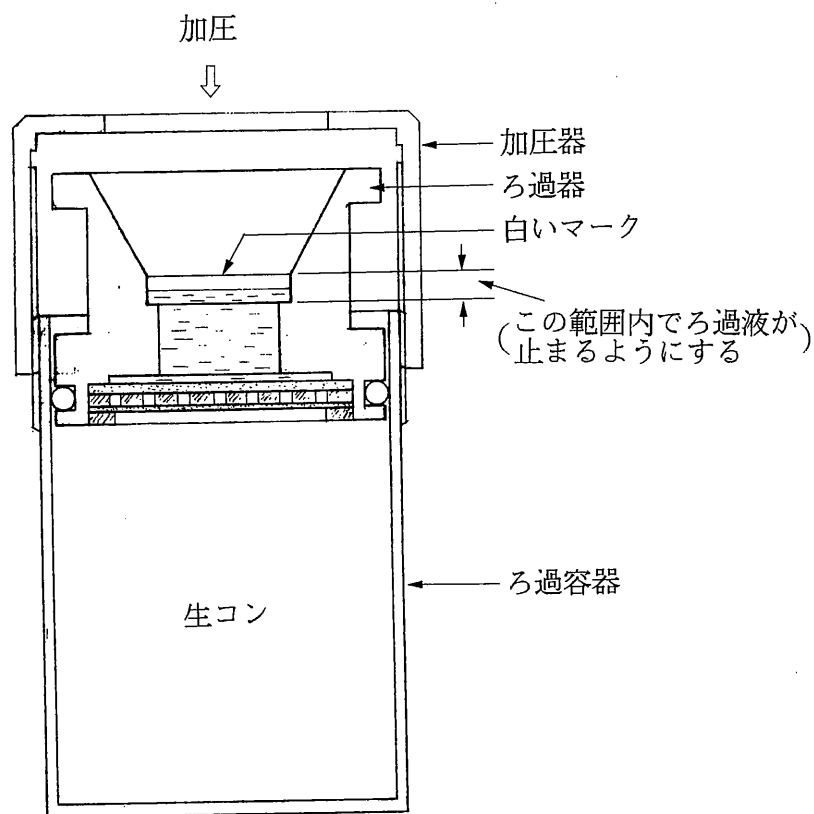

図 3
- ④ 組立てたろ過器を図3の様いろ過容器の上に乗せて、加圧器にてネジを絞める要領で加圧して目印の位置迄ろ過液を浸透させます。